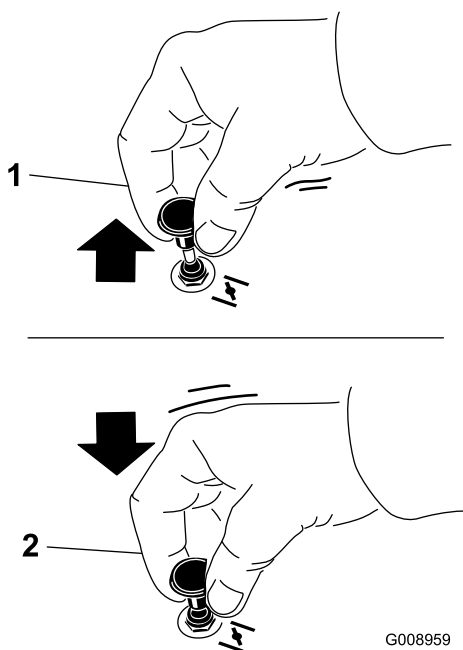

Figura 22
1. Tirate verso l'alto la manopola dello starter per avviarlo prima di utilizzare l'interruttore a chiave (Figura 22).
2. Spingete giù lo starter per disinnestarlo una volta acceso il motore (Figura 22).